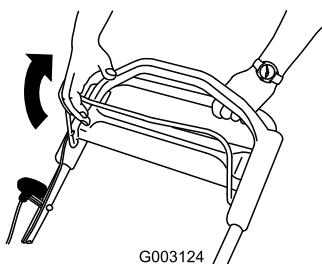

Figura 18
2. Tire de la barra de control de la cuchilla hasta el manillar (Figura 18).